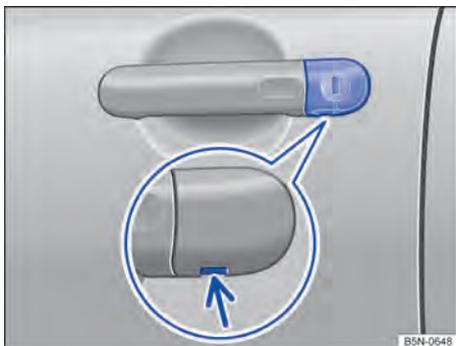

Fig. 214 Maçaneta da porta do condutor: cilindro da fechadura coberto.
- Inserir a haste da chave na maçaneta da porta do condutor por baixo na abertura da capa de cobertura ⇒ Fig. 214 (seta).